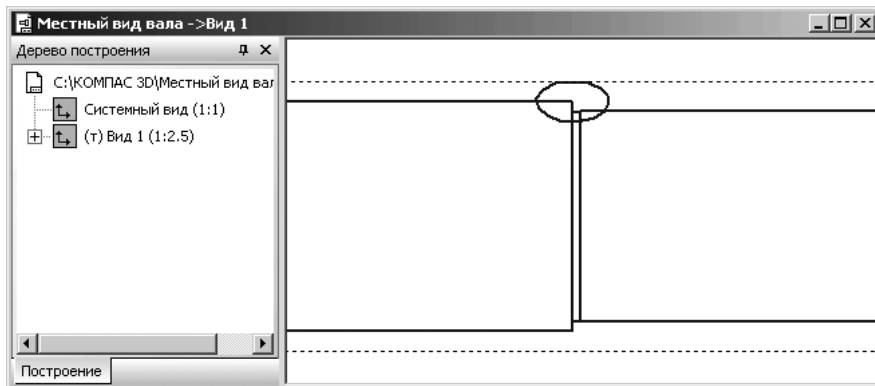

Рис. 4.139. Результат построения замкнутого контура в виде эллипса
- щелкните на **Специальной панели управления** по кнопке **Создать объект**. Результат построения замкнутого контура в виде эллипса показан на рис. 4.139.